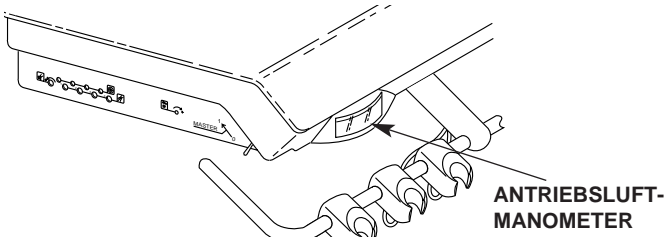

Bild 3. Antriebsluft-Manometer
Das Antriebsluft-Manometer (siehe Bild 3) zeigt den Antriebsluftdruck für das aktive Handstück in kg/cm^2 (oder psi) an (siehe Seite 6).
2. Sehen Sie sich an, wo sich das Antriebsluft-Manometer an der Vorderseite des Gerätekopfes (siehe Bild 3 auf Seite 4) befindet.